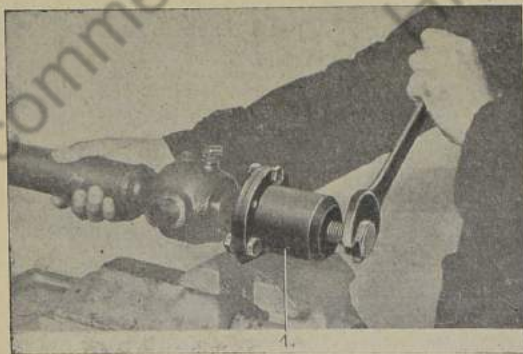

Bild 773: Flanschnabe von Längsgelenkwelle abziehen
4. Mit Abzieher Nr. 1306 die Flanschnabe von der Längsgelenkwelle abziehen (Bild 773).